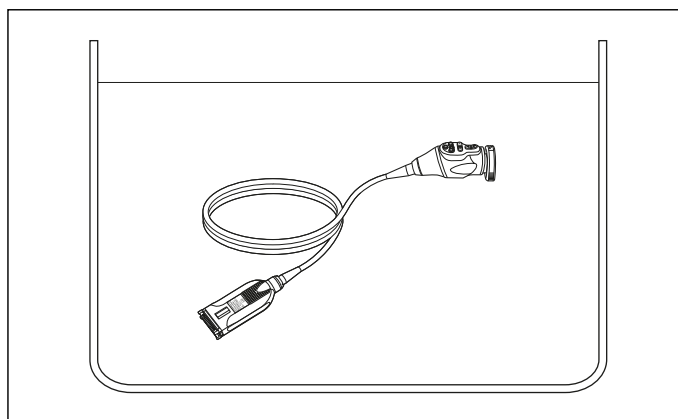

Figura 5.3
- 2** Scufundați complet capul de cameră în apă. (Vezi figura 5.3)
- 1** Scufundați complet capul de cameră în soluția de dezinfectant. (Vezi figura 5.3)
- 2 Scufundați în întregime capul de cameră în apa de clătire. (Vezi figura 5.3)